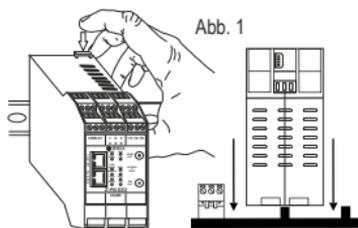

Abb. 1
- 2) Setzen Sie die hintere Steckverbindung IDC10 des Moduls in einen freien Slot der Halterung für Hutschiene ein, wie auf **Abb. 1** gezeigt. (das Einsetzen macht keine Fehler möglich, da die Steckverbindungen gepolt sind)
- 3) Ziehen Sie zur Befestigung des Moduls an der Hutschiene die beiden Haken an der hinteren Steckverbindung IDC10 an, wie auf **Abb. 1** gezeigt.